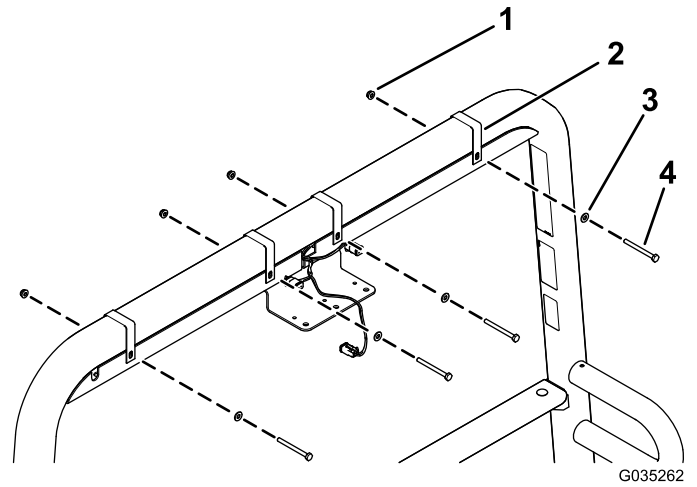

図 4
2. チャンネル部材2本を、ROPSに取り付けるチャンネル部材取り付けブラケット4個、六角ヘッドボルト1/4 x 2-3/4 インチ4本、平ワッシャ1/4 インチ4枚、フランジナット1/4 インチ4個を使用し、図4のように取り付ける。